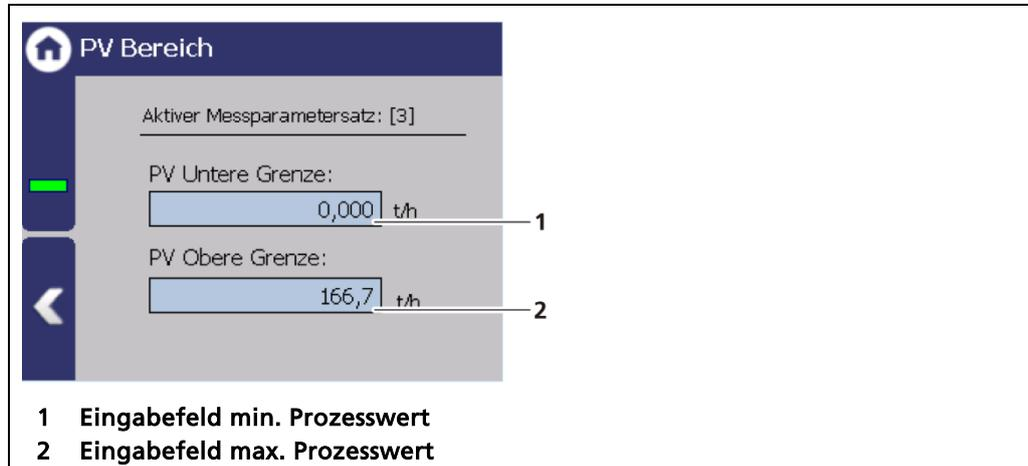

Abb. 105 Signalbearbeitung (PV-Bereich) Bsp.:Mess.-Parametersatz 3, Einheit t/h
1. Klicken Sie auf das Eingabefeld (Abb. 105, Pos.1) um den Prozesswert einzugeben, der einem Ausgabestrom von 4mA entsprechen soll.
3. Klicken Sie auf das Eingabefeld (Abb. 105, Pos.2) um den Prozesswert einzugeben, der einem Ausgabestrom von 20mA entsprechen soll.